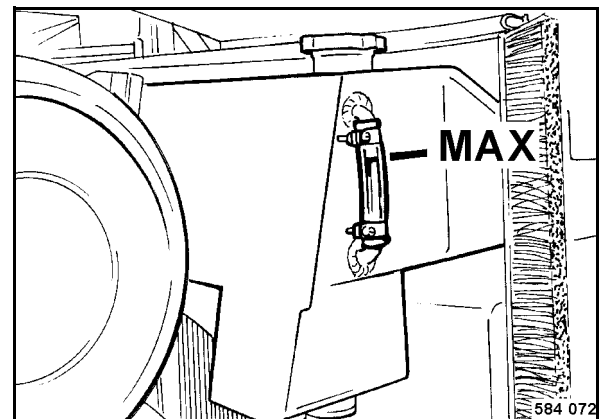

fig. 95
- Vérifier le niveau du liquide de refroidissement (fig. 95).